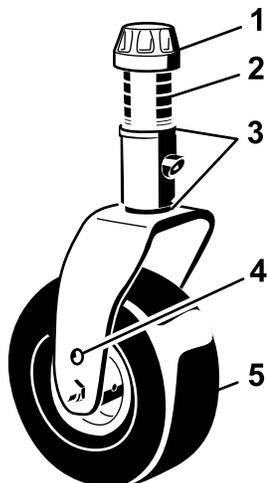

Figura 19
1. Posizionate gli assali delle ruote orientabili negli stessi fori di tutte le forcelle (Figura 19 e Figura 21). Vedere lo schema seguente per stabilire il foro corretto per la regolazione.
2. Togliete il cappuccio di tensione dall'asse del perno (Figura 19) ed estraete il perno dal braccio della ruota orientabile. Montate i due spessori (3 mm) sull'asse dei perni, come erano montati in origine. Questi spessori servono per ottenere un livellamento sull'intera larghezza degli apparati di taglio. Mettete il numero